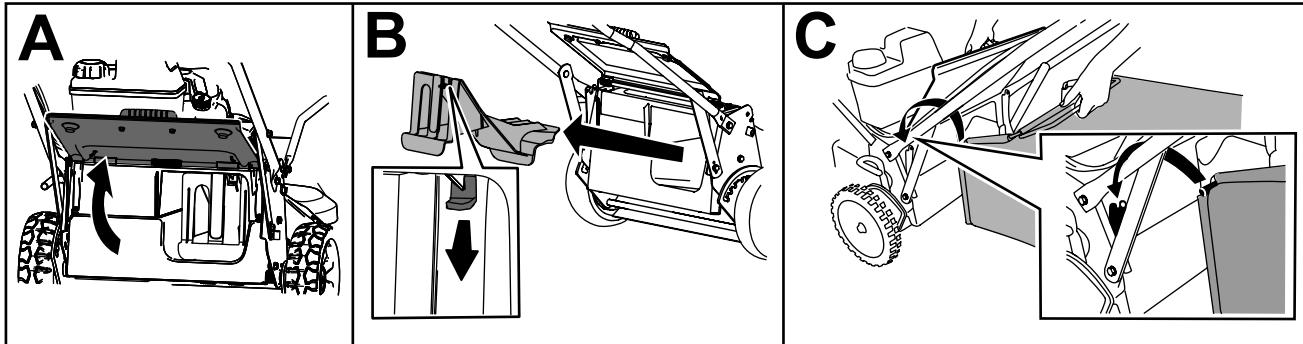

Figura 21
1. Faça subir e mantenha elevado o defletor traseiro (A da Figura 21).
2. Retire o bujão de descarga traseira empurrando o trinco para baixo com o polegar e retirando o bujão da máquina (B da Figura 21).
3. Instale a barra do saco nas ranhuras na base do manípulo e abane o saco para a frente e para trás para assegurar que a barra está encaixada na parte inferior de ambas as ranhuras (C da Figura 21).